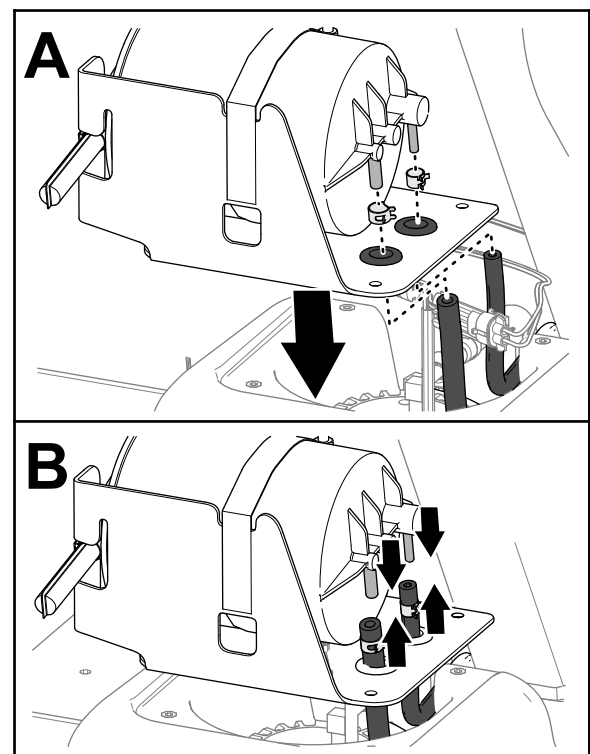

Figure 90
1. Faites passer les flexibles du réservoir de carburant par les bagues sur le support du filtre à charbon actif (Figure 90).
2. Enfilez les colliers sur les flexibles (Figure 90).
3. Branchez les flexibles sur les raccords du filtre à charbon actif (Figure 90).